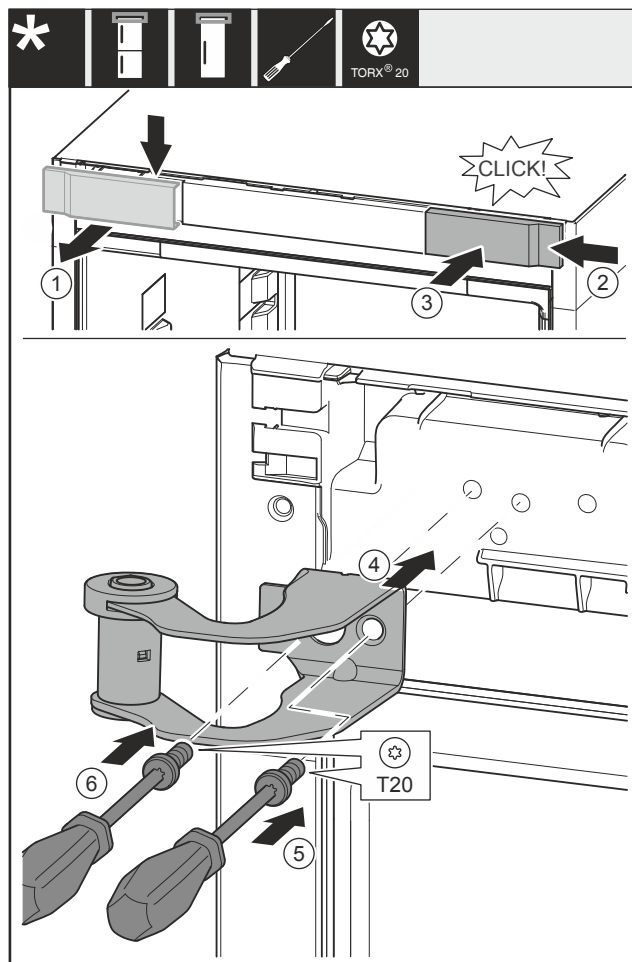

Fig. 20
- ▶ Retirer le couvercle Fig. 20 (1) depuis le haut vers l'avant.
- ▶ Accrocher le couvercle Fig. 20 (2) tourné de 180° de l'autre côté depuis le côté droit.
- ▶ Enclencher le couvercle Fig. 20 (3).
- ▶ Poser le support de palier supérieur Fig. 20 (4).
- ▶ Visser la vis Fig. 20 (5).
- ▶ Visser la vis Fig. 20 (6).